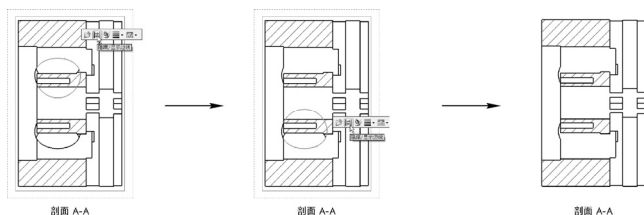

图 7-88 隐藏视图边线操作
STEP 6 单击“步骤 5”创建的剖视图内部的某些边线, 在弹出的工具栏中单击“隐藏/显示边线”按钮, 将几个杂乱的边线隐藏, 如图 7-88 所示。